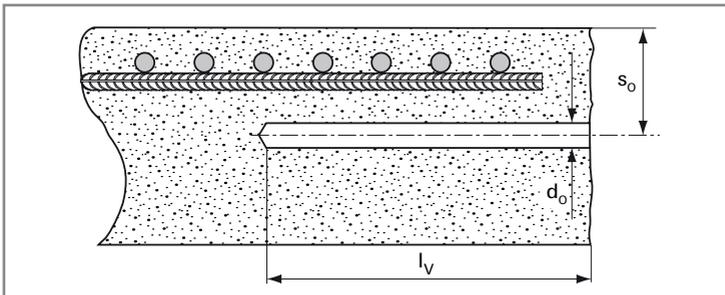

Abb. 4:
- Der Ausführende hat mit darauf zu achten, dass bei einer Verankerung nahe am Bauteilrand (Abb. 4) die Mindestbetondeckung $\min c$ (Tab. 1) und der Mindestabstand $\min a_s$ (Gl. 1) der eingemörtelten Bewehrungsstäbe eingehalten werden.